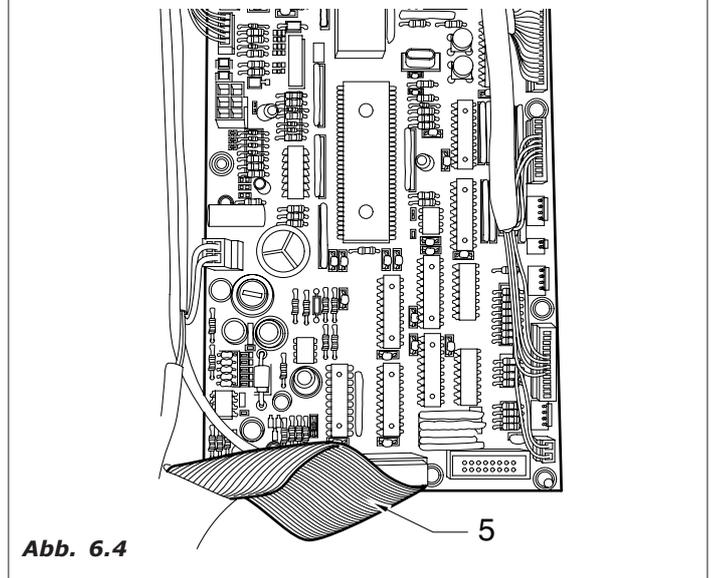

Abb. 6.4
- El expendedor está provisto de un cable de alimentación HO5VV-F 3x1,5 mm^{1/2}, con clavija SCHUKO que alimenta la tarjeta de alimentación en la que se instalan los fusibles de protección (Fig.6.4).